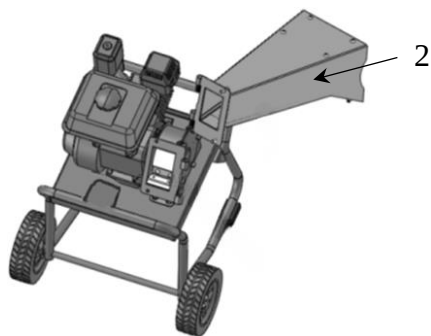

Fig. 4
- Fixez la trémie aux articulations pivotantes. Reportez-vous à la Fig. 4.